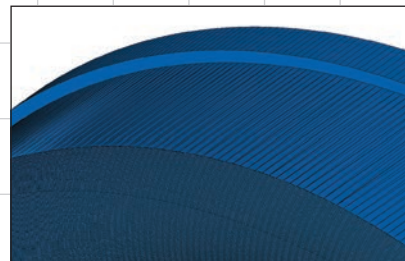

Рис. 31. Триангуляция простых граней (в 3,4 раза быстрее для ~600 тыс. граней)
- добавлена триангуляция треугольных и плоских четырехугольных граней (рис. 31),